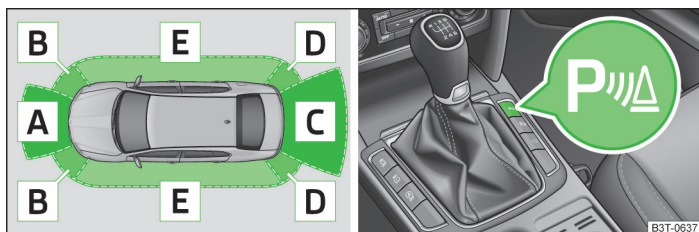

Fig. 136 Asistența la parcare: Raza de acțiune a senzorilor / tasta sistemului de asistență la parcare la autovehiculele cu senzori în spate și în față
- Dacă după activarea sistemului se emite aproximativ 3 secunde un ton de avertizare, iar în jurul autovehiculului nu se găsește nici un obstacol, înseamnă că există o defecțiune în sistem. Defecțiunea este semnalizată și prin clipirea simbolului  din tasta  fig. 136 la pagina 154. Defectul trebuie remediat de către o unitate autorizată.
Zona » <a href="#">fig. 136</a>	Raza de acțiune a senzorilor a)
Sistemul se activează automat la cuplarea **trepteii marșarier** sau prin apăsarea tastei simbol  » fig. 136. În tastă se aprinde simbolul , activarea se confirmă printr-un semnal acustic scurt.
La autovehiculele cu dispozitiv de tractare montat din fabricație, în regimul de tractare remorcă sunt active numai zonele A și B » fig. 136 ale sistemului. ■